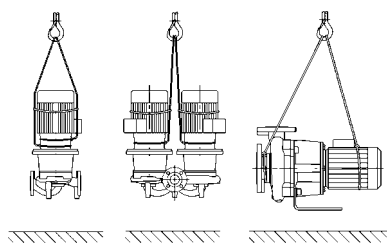

Fig. 7: Transport av pumpen
- Transportløkkene på motoren fungerer kun for å lede reimene ved opptak av lasten (fig. 7).